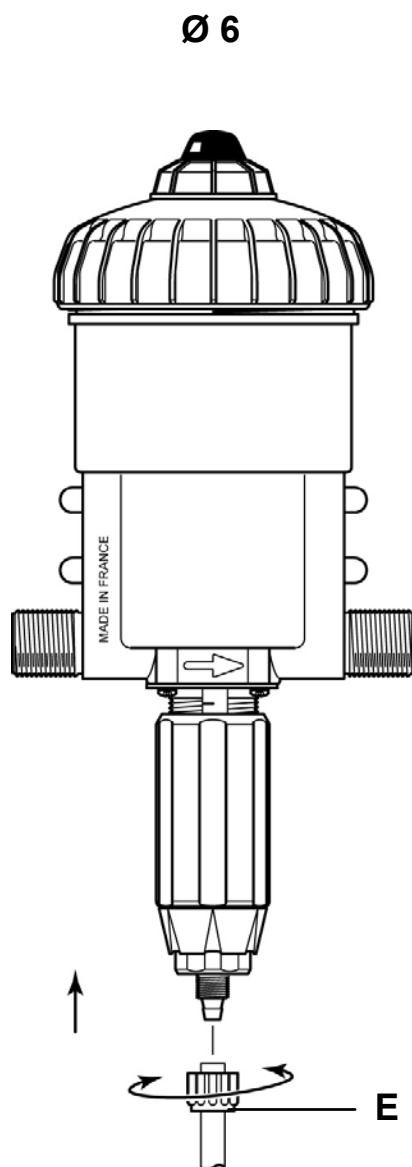

Abb. 7
- Zum Anschliessen des Ansaugschlauches, die Mutter (**Abb. 7-E**) die sich unten am Dosierteil befindet, losschrauben und über das Saugrohr stülpen.